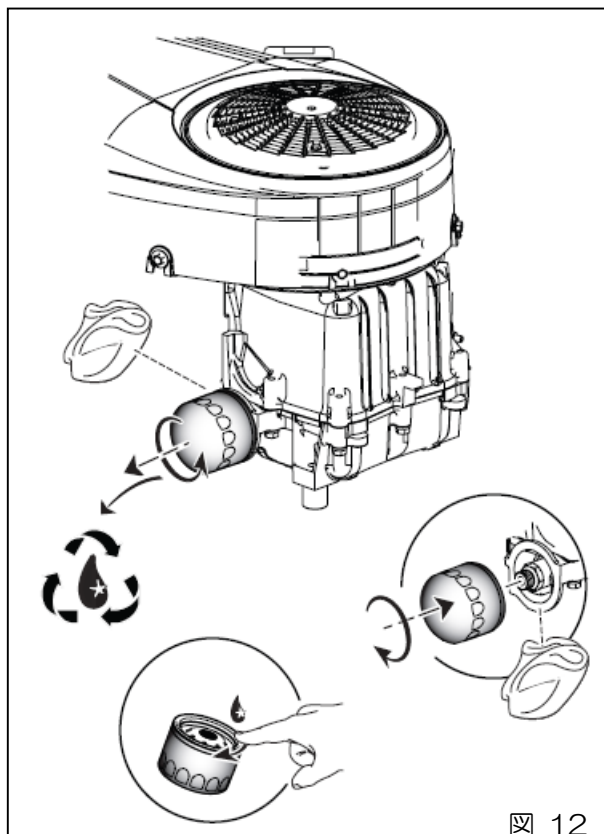

図 12
7. オイルフィルタのガスケットに新しいきれいなオイルを塗ります。(図 12 参照)